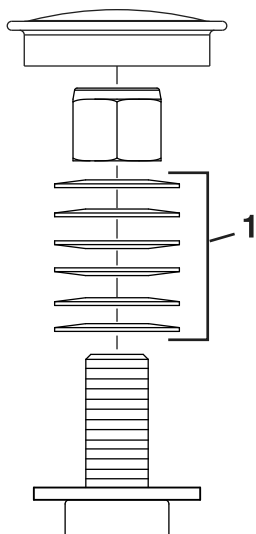

Рисунок 50
3. Зніміть пилозахисну кришку з колеса і затягніть контргайку (Рисунок 50).
4. Затягніть контргайку, доки запобіжні шайби не стануть рівними, а потім відкрутіть на $\frac{1}{4}$ обороту, щоб встановити належним чином попереднє навантаження на підшипники (Рисунок 50).
Важливо: Переконайтеся, що запобіжні шайби встановлені належним чином, як показано в Рисунок 50.
5. Встановіть пилозахисну кришку (Рисунок 50).